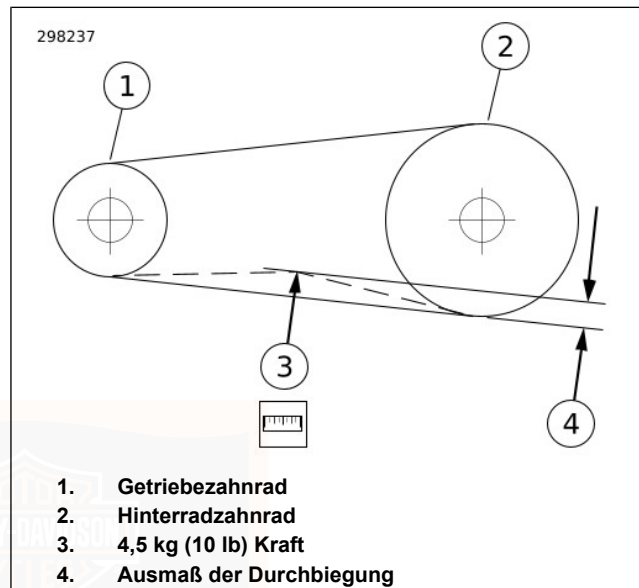

Abbildung 69. Riemendurchbiegung überprüfen
a. Den O-Ring (4) zur Null-Markierung (3) schieben.
- b. Die Riemenhalterung (2) gegen die Unterseite des Antriebsriemens auf halbem Wege zwischen den Antriebsriemenscheiben anordnen.
- c. Den Knopf (6) nach oben drücken, bis der O-Ring nach unten auf die Markierung 4,54 kg (10 lb) (5) rutscht; dort festhalten.
4. Siehe Abbildung 69 . Bei stillgehaltenem Messgerät Riemendurchbiegung (4) messen.